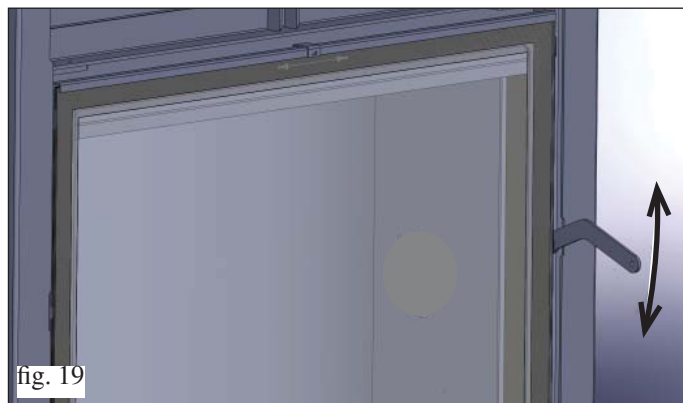

fig. 19
- Introducir la manija "mano fría" en el tope entre la estructura y la puerta y girar para abrir (fig. 19).